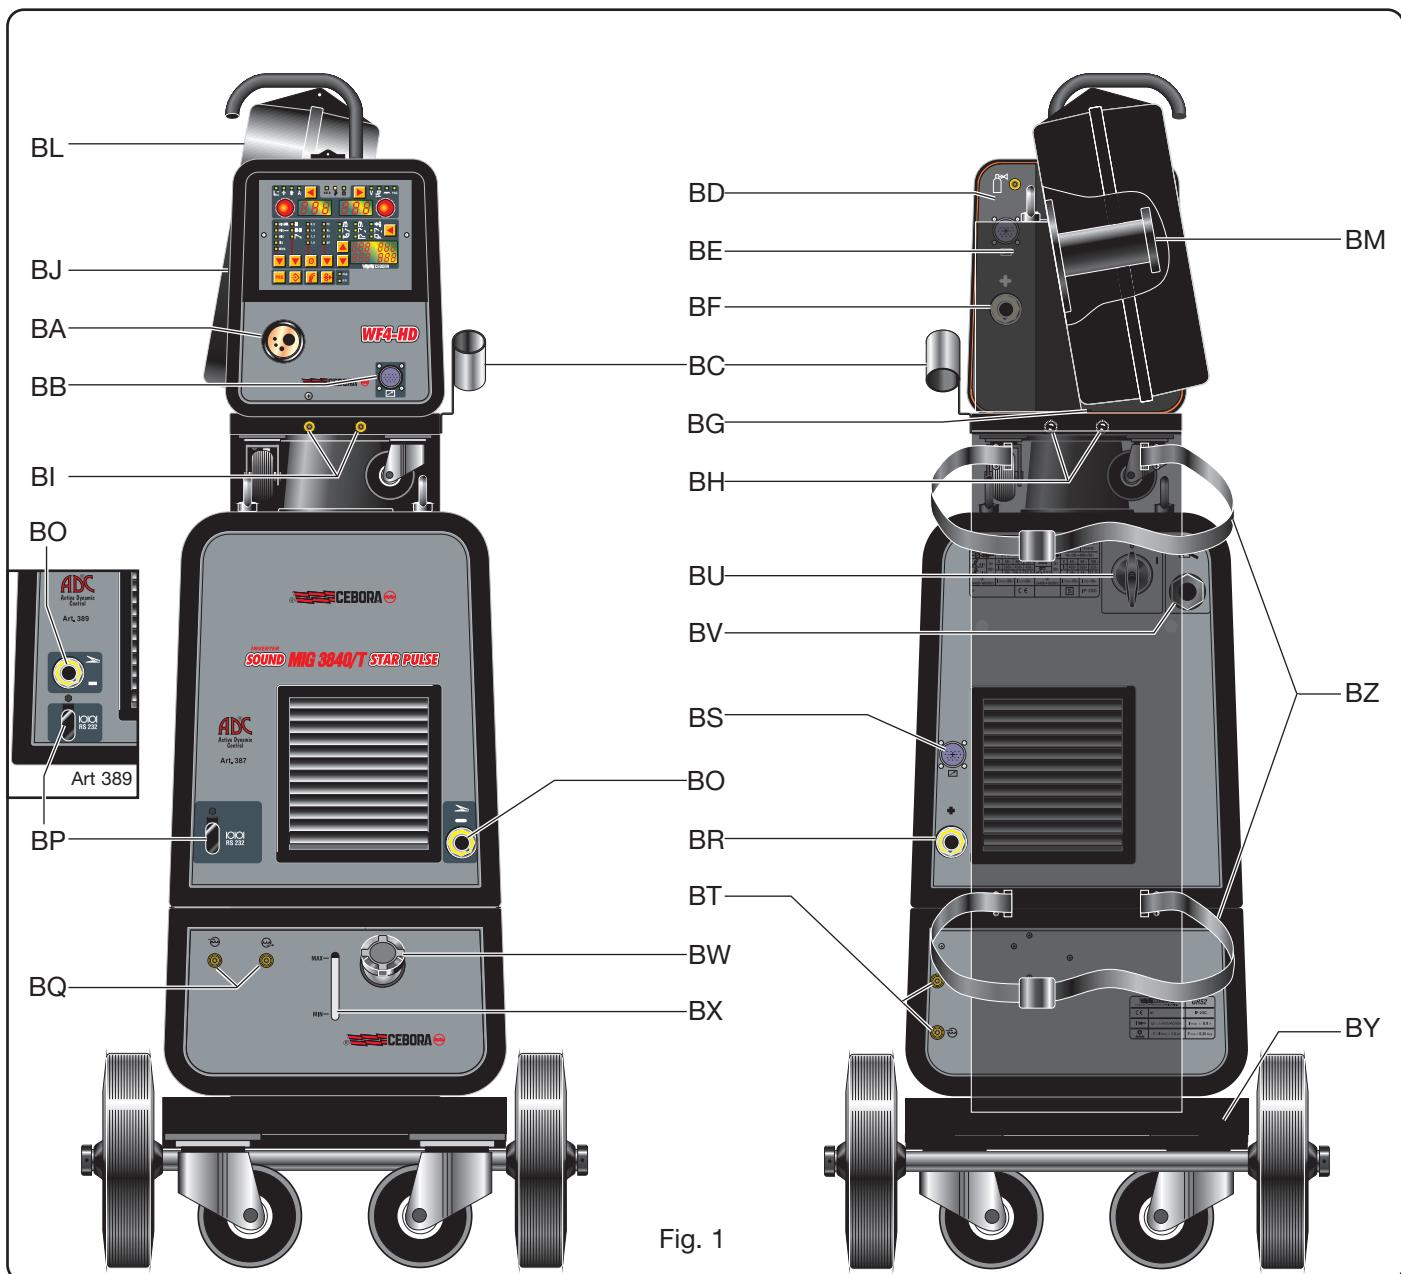

Fig. 1
2.1.2 Beschrijving van de stroombron (Fig. 1)
2.2.1 Beschrijving van de draadaanvoerunit (Fig. 1)